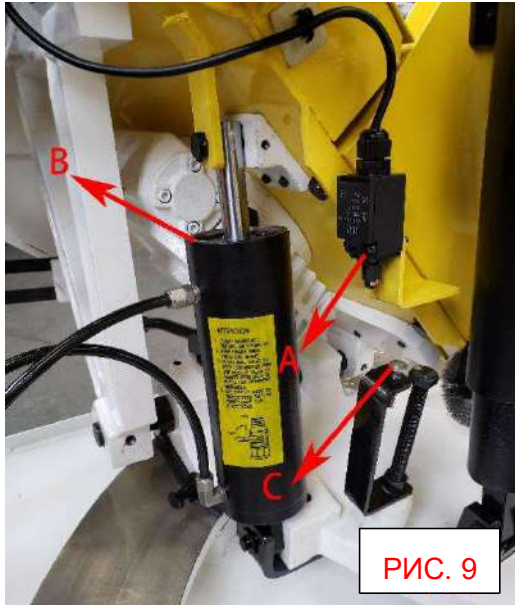

РИС. 9
Станок и любые устройства, подключенные к электрической системе, управляются кнопками пуска и остановки. Станок автоматически выключается после завершения резки. Выключатель (А), рис. 9, для автоматического выключения контактирует с верхней частью опоры (С) и выключает станок.
2. Поверните винтовой домкрат (В), показанный на рис. 9, против часовой стрелки, затем залейте гидравлическое масло или его аналог до нужного уровня. После заполнения затяните винт (В).